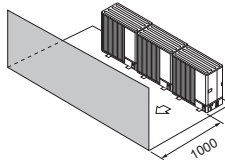

Fig. 2-15
- ③ Obstacole numai în față (Fig. 2-15)